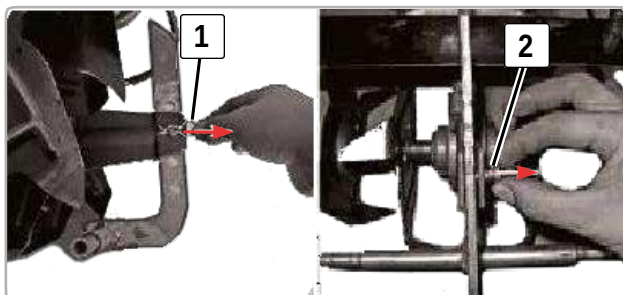

Fig.4
- Retirez la goupille de retenue Fig 4 (1) du pivot
- Retirez le pivot Fig 4 (2) de l'axe